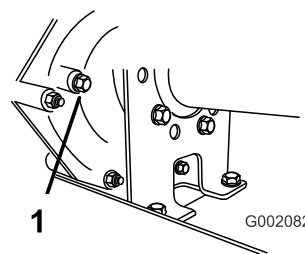

Figure 64
2. Enlevez le boulon de l'orifice de l'indicateur de niveau (Figure 64).